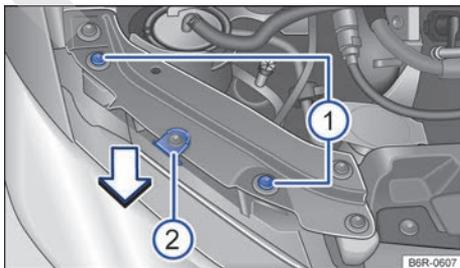
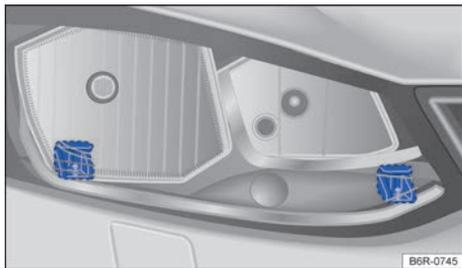

Fig. 159 En el vano motor: tornillos de fijación del faro derecho. ▶
Fig. 160 Guías para el montaje del faro derecho.
- Desenrosque los tornillos → fig. 159 ① con la llave Torx.
- Desencaje de la guía la parte inferior del faro hacia delante, en el sentido de la flecha → fig. 159.
- Retire del vehículo el faro completo, hacia delante → ①.
- Introduzca el faro en el vehículo hasta el tope superior central → fig. 159 ②. Asegúrese de que el faro encastre correctamente en las guías inferiores → fig. 160 → ①
- Enrosque los tornillos → fig. 159 ① en la carcasa del faro.
- Presione el faro contra el tope superior central → fig. 159 ② y apriete los tornillos ① con la llave Torx.